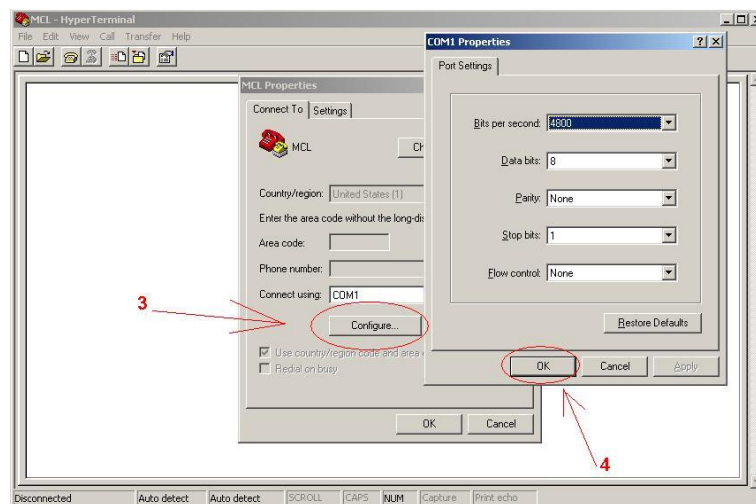

Рис. 6
3. Нажмите кнопку „Configure“ как указано на рис. 6;
5. Убедитесь, что другие установки подключения установлены так, как изображено на рис.6 и 7;